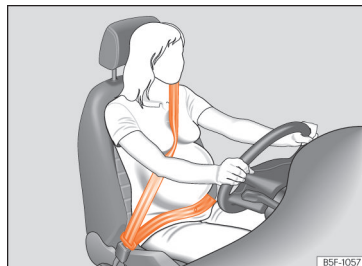

Abb. 97 Gurtbandverlauf bei schwangeren Frauen.
- **Bei schwangeren Frauen muss der Beckengurt möglichst tief vor dem Becken verlaufen und immer flach anliegen, damit kein Druck auf den Unterleib ausgeübt wird »» **Abb. 97**.**